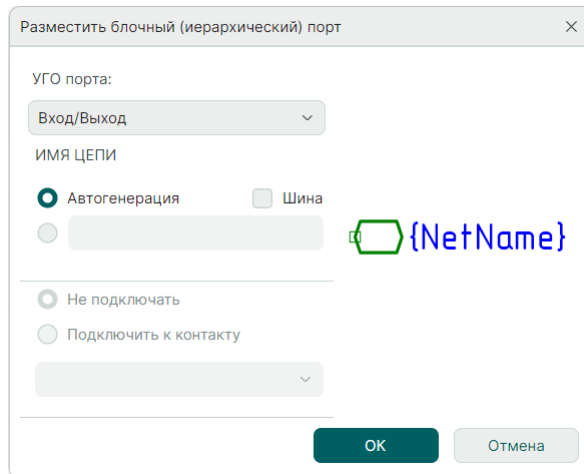

Рис. 266 Окно «Разместить блочный (иерархический) порт»
2. Установите настройки размещаемого блочного порта в окне «Разместить блочный (иерархический) порт, см. Рис. 266.